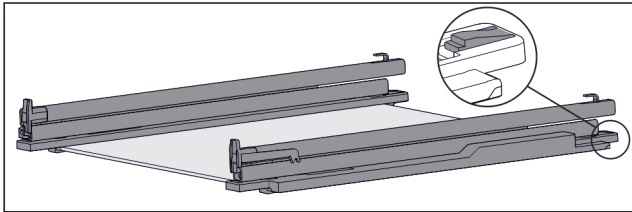

Fig. 110 Glassplate med skinner og holdedeler
- ▶ Trykk holdedel bak nedover (se Fig. 110) og skyv samtidig skinnen bakover.